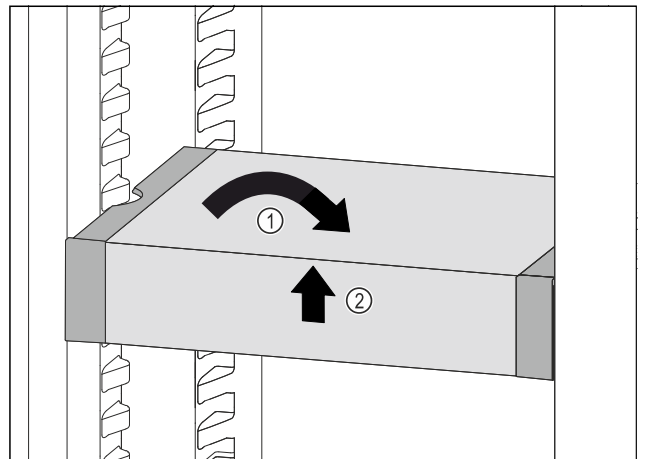

Fig. 64
- ▶ Coloque el VarioSafe en posición recta. Fig. 64 (1)
- ▶ Levante el VarioSafe por delante. Fig. 64 (2)